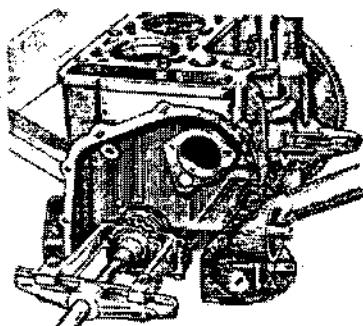

Fig. 2-9. Remoção da engrenagem da árvore de manivelas.
18. Utilizando-se do extrator universal A.40005/1/7 do jogo A.40005, remover a engrenagem da árvore de manivelas (fig. 2-9).